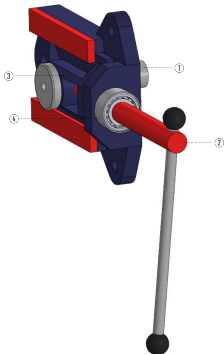

Рисунок 16 – Механизм натяжения
Пильные шкивы (15) 435 мм расположены на одном уровне для уменьшения нормальных напряжений в пильном полотне. Ведомый шкив оснащен механизмом натяжения (14) (Рисунок 16).